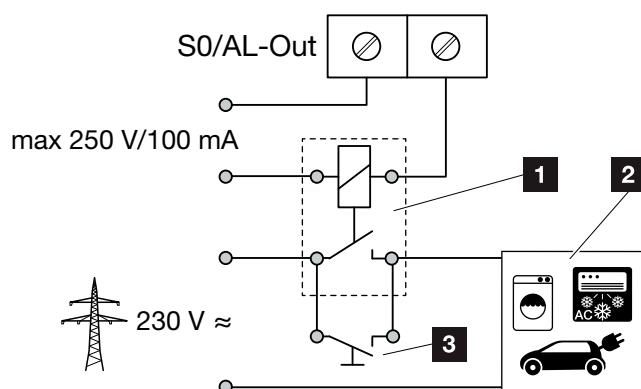

Fig. 54: Ligação elétrica do autoconsumo
1. Conecte o relé de carga externo corretamente ao borne de ligação S0/AL Out.  **Fig. 54**